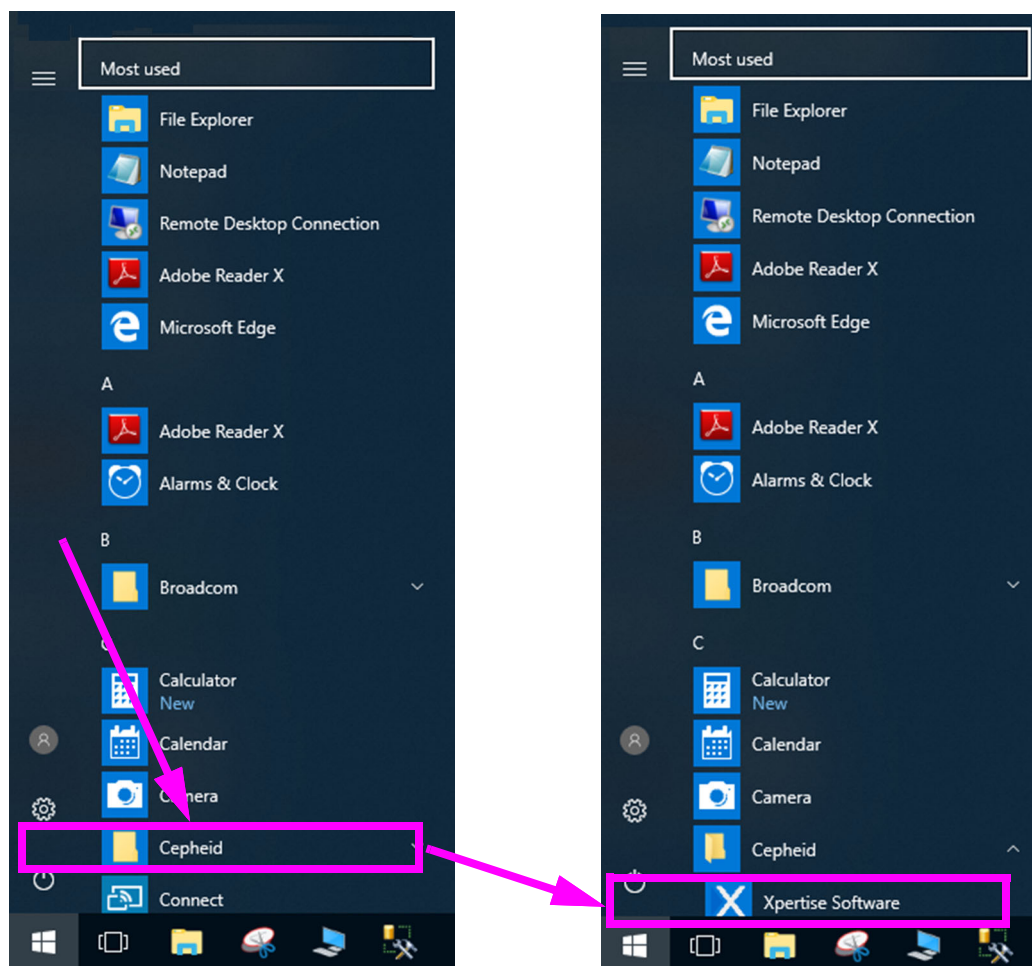

图 5-8. 从程序 (Program) 菜单启动 Xpertise 软件 (Xpertise Software) - Windows 10
- 在 Windows 任务栏上，选择 图标，然后选择 **Cepheid -> Xpertise 软件 (Xpertise Software)**。请参见图 5-8。